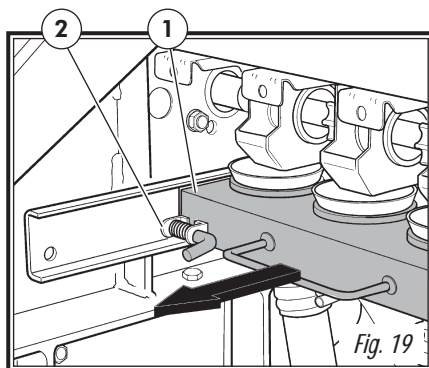

Fig. 19
**1º paso:** deslizar la barra portaboquillas (1, fig. 19) hacia delante, soltando los gatillos (2, fig. 19) que la mantienen en su posición de trabajo, hasta la posición para colocar la bandeja.